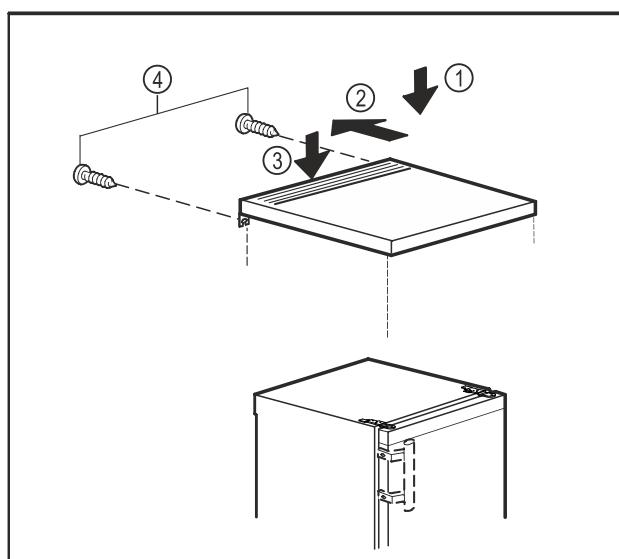

Fig. 10
- Položite mizno ploščo na napravo. Fig. 10 (1)
- Mizno ploščo potisnite nazaj. Fig. 10 (2)
- Mizno ploščo potisnite zadaj navzdol. Fig. 10 (3)
- Trdno privijte vijke na zadnji strani. Fig. 10 (4)